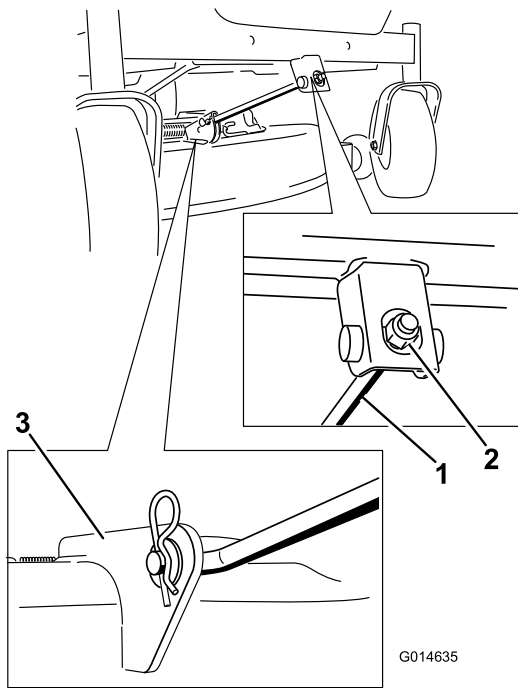

Figura 54
4. Retire el pasador de horquilla de la varilla de soporte delantera y retire la varilla del soporte de la carcasa (Figura 54). Baje cuidadosamente la parte delantera de la carcasa de corte al suelo.
6. Conecte la varilla de soporte delantera a la carcasa de corte con el pasador y la chaveta (Figura 54).